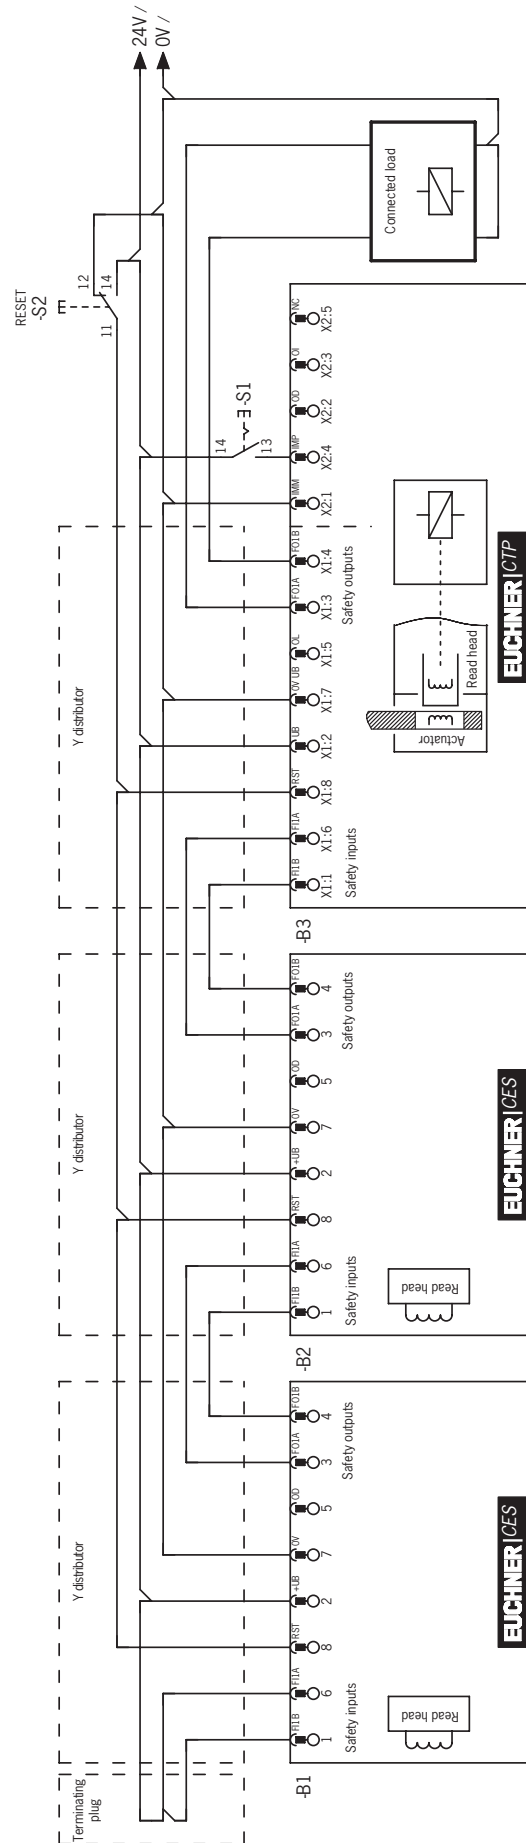

Figure 5 : Exemple de raccordement pour utilisation en série dans un système CES-AR
- › Il faut utiliser un signal commun pour tous les interrupteurs en série. Cela peut être un inverseur ou encore la sortie d'une commande / d'un automate. Un bouton ne convient pas car la réinitialisation en cours de fonctionnement doit toujours être sur GND (voir l'interrupteur S2 sur la *Figure 5 à la page 25*).
Pour que cela soit possible, l'entrée RST doit être connectée comme indiqué sur la *Figure 5 à la page 25*.